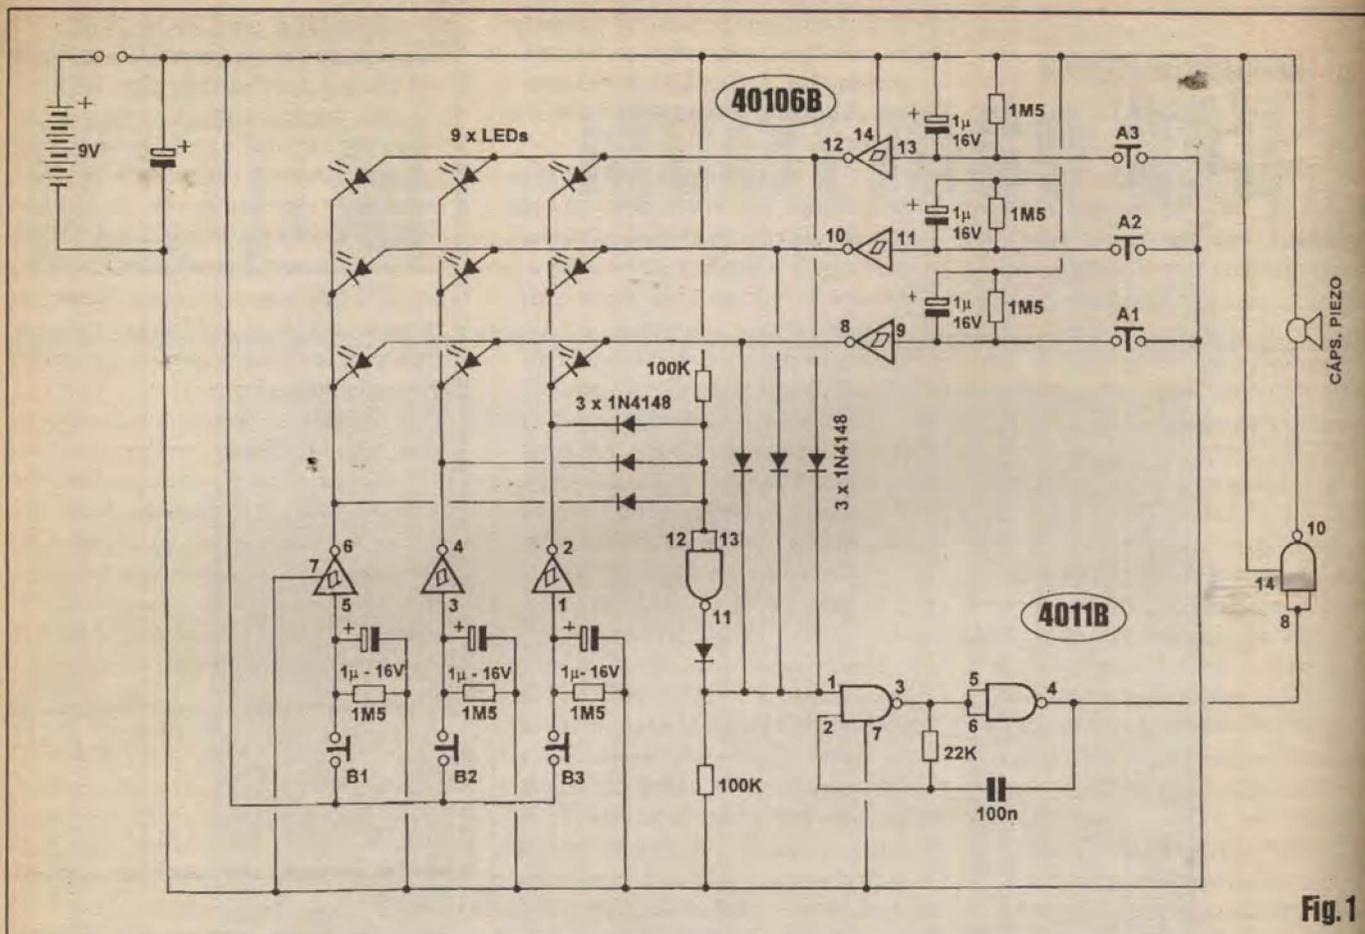

Fig. 1
- FIG. 1 - DIAGRAMA ESQUEMÁTICO DO CIRCUITO - Observar, inicialmente, os 9-LEDs arranjados em *matriz*, 3 por 3 (três linhas, três colunas), formando o *display* quadrado do jogo... Os **anodos** dos três LEDs de cada linha são controlados pelas saídas de três *gates* C.MOS simples inversores, com função *Schmitt trigger* (40106B), o mesmo acontecendo com os **catodos** dos três LEDs de cada coluna... Lembrando que um LED, para acender, precisa ter seu **catodo** polarizado negativamente, e seu **anodo** positivamente, fica claro que, em repouso, nenhum dos 9 LEDs pode acender, já que todas as polarizações recebidas são *contrárias* às necessárias para o dito acendimento... Isso ocorre porque as *entradas* dos *gates* que controlam as linhas estão, normalmente, *altas* (pela presença dos resistores de 1M5 à linha do **positivo**